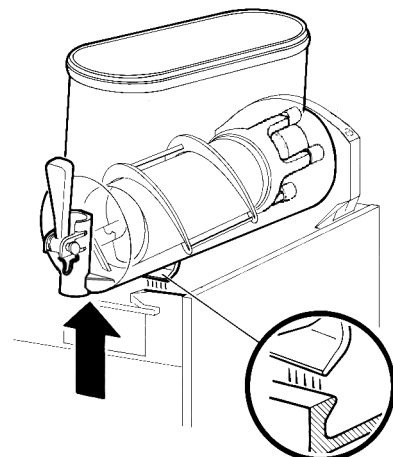
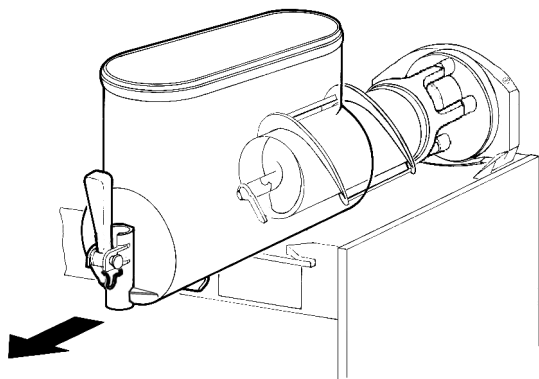

figura 4
figura 5
**2** Desmontar el contenedor empujando ligeramente la parte inferior (lado grifo) hacia arriba para dejar libres los ganchos inferiores (ver figura 4) y luego quitarlo por adelante (ver figura 5).